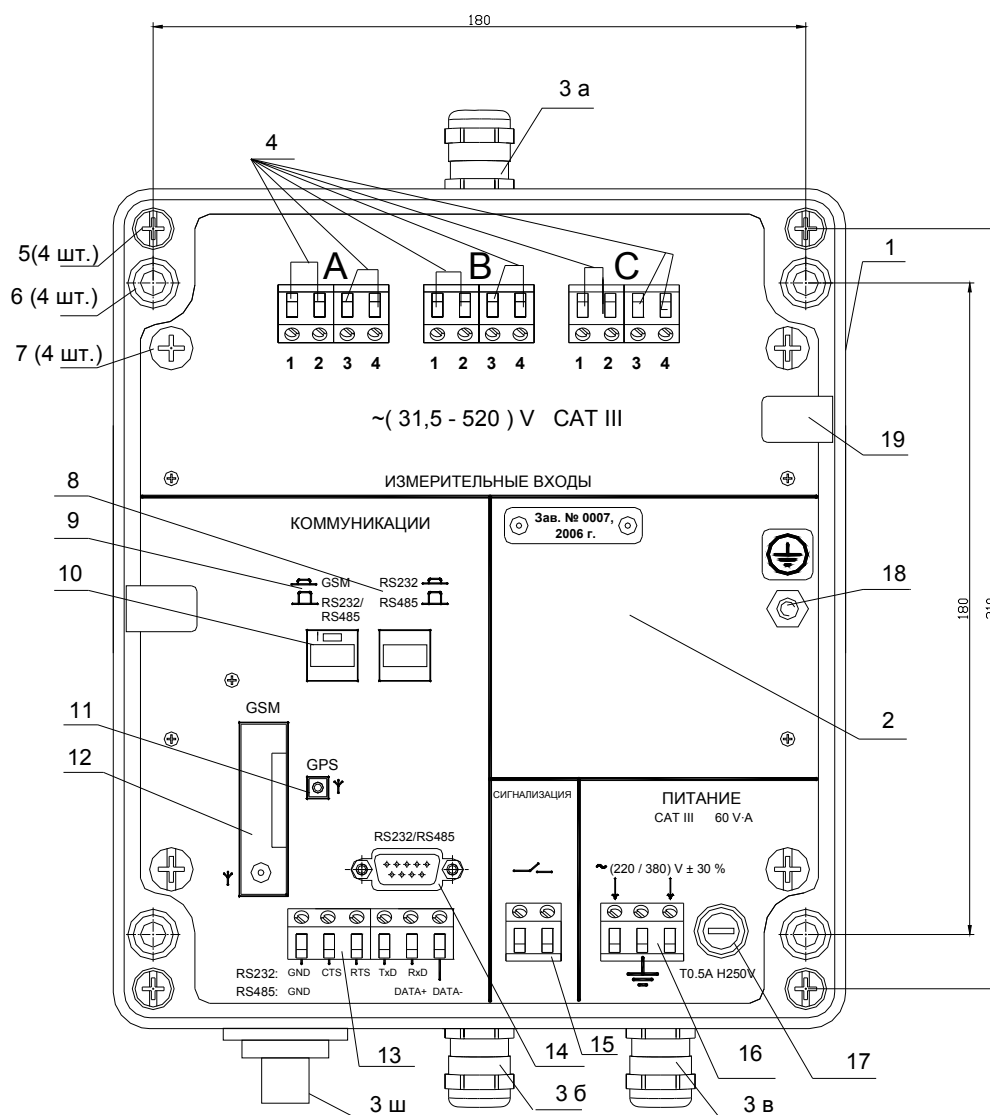

Рисунок 2 Внешний вид основания корпуса регистратора
4.6.1.6 В основании корпуса (1) (рисунок 2), предусмотрены 4 отверстия (6) для крепления регистратора в месте установки, при помощи комплекта монтажного, входящего в комплект поставки регистратора, и 4 отверстия (5) для крепления верхней съемной крышки.